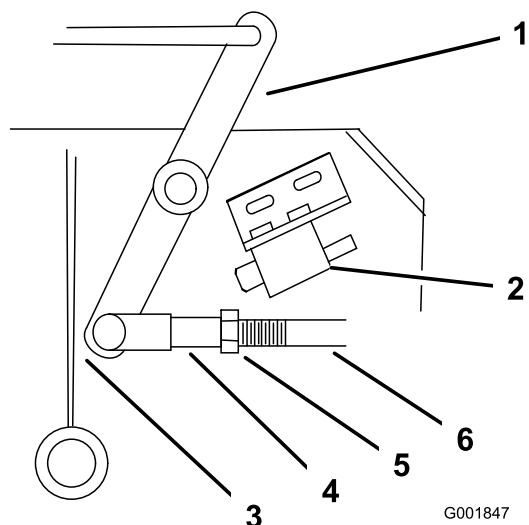

Figura 41
4. Ajuste la longitud del acoplamiento hasta que el extremo inferior de la palanca acodada casi roce el refuerzo del soporte del eje (Figura 41).
9. Afloje la tuerca de la horquilla (Figura 41).